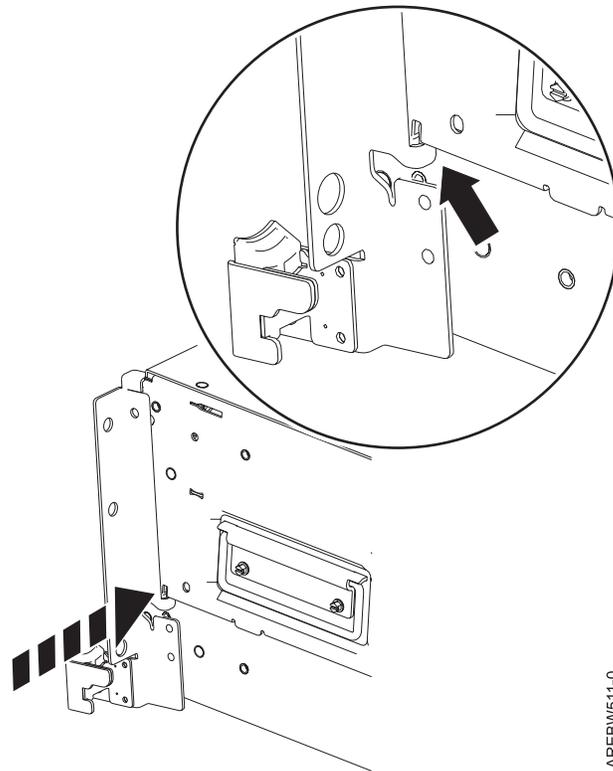

Figure 53. Alignez le support avec son logement sur le côté de l'unité.
- b. Aligned le support avec le logement sur le côté du serveur (voir la figure 53, à la page 56).